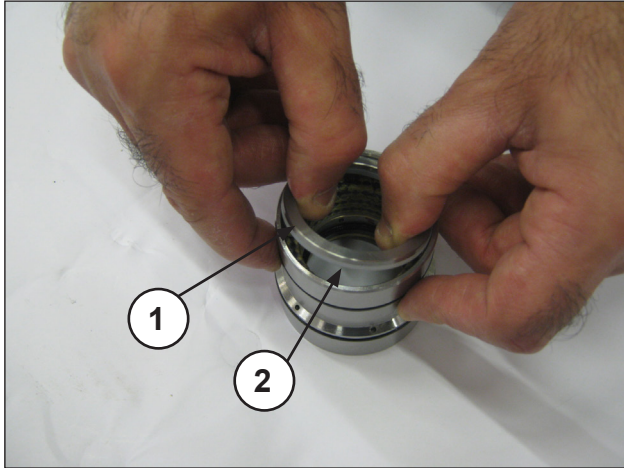
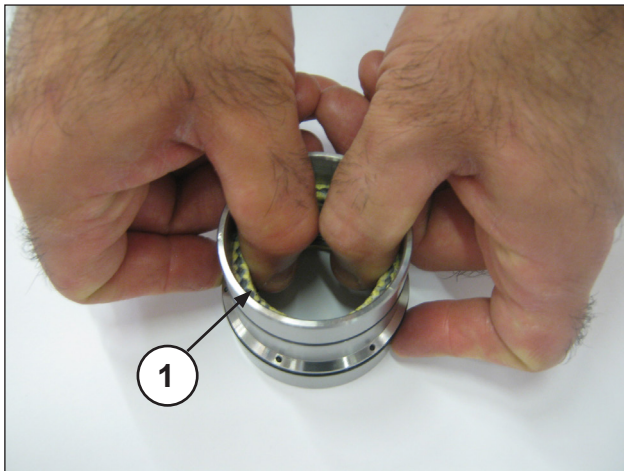

Fig. 25
Fig. 26
Seperar o suporte das juntas da camisa, retire o anel para mola e o anel de raspagem (pos. ① ②, Fig. 25) para ter acesso às juntas de pressão (pos. ①, Fig. 26).